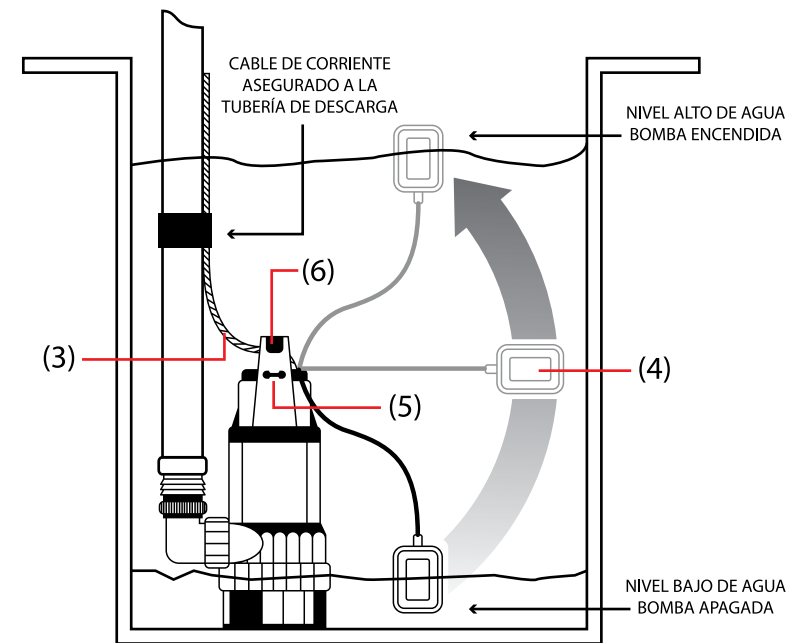

Figura 1
OPERACIÓN AUTOMÁTICA DEL INTERRUPTOR FLOTANTE (FIGURA 1)
La bomba puede permanecer en trabajo constante porque es encendida automáticamente al elevar el interruptor flotante (4) como se muestra en la figura 1.
1. Coloque la bomba en una superficie firme o utilice una cuerda amarrada a través del orificio del mango (6) para sumergir la bomba a un pozo.
2. Conecte el cable (3) a una toma de corriente.
3. Coloque el interruptor flotante (4) verticalmente (como se muestra en la figura 1). Mientras el interruptor flotante esté posicionado verticalmente con el cable abajo, la bomba continuará trabajando sin importar del nivel de agua.